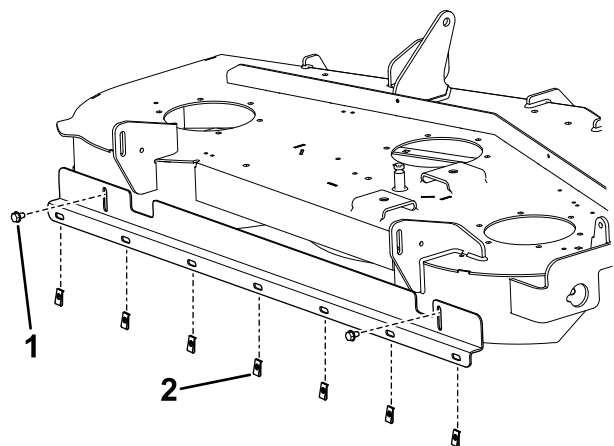

**Figura 2**
3. Utilizando o suporte como modelo, marque e perfure um orifício na curva do abafador direito, utilizando uma broca de perfuração (9/32 pol.) conforme mostrado na Figura 2.